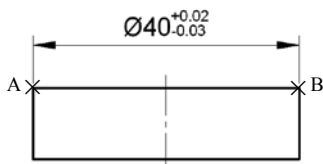

图 8.3.23 创建尺寸公差标注
在机械设计中,经常要创建图 8.3.23 中所示的尺寸公差标注,利用多行文字功能可以非常方便地创建这类尺寸标注。下面介绍其一般操作步骤。
Step3. 分别捕捉选择尺寸标注起点 A 点和 B 点,如图 8.3.23 所示。
(1) 在命令行输入字母 M(即选择提示中的 **多行文字(M)**选项),并按 Enter 键。